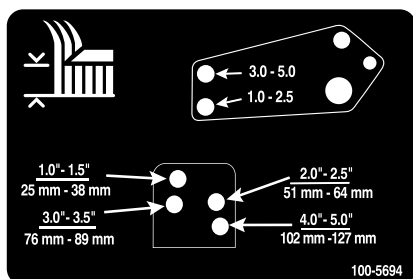

Рисунок 31
10. Совместите отверстия тяг демпферов с выбранными отверстиями кронштейнов высоты скашивания в раме деки газонокосилки, вставьте шплинтуемые штифты и зафиксируйте их игольчатыми шплинтами (Рисунок 31).